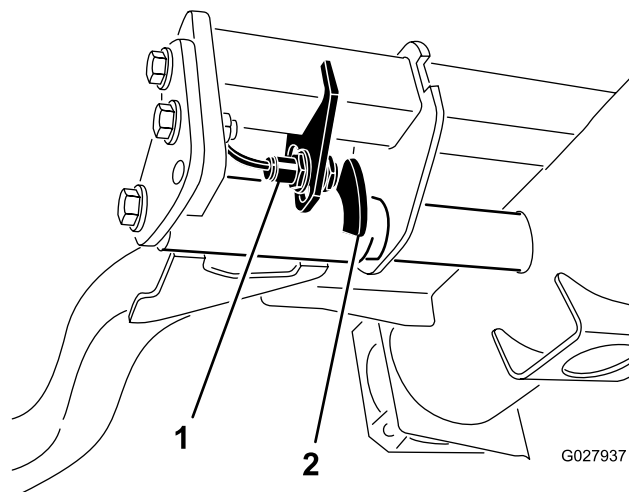

図 36
2. 昇降アームスイッチの取り付けねじ 図 36 をゆるめ、スイッチの位置を下げると、昇降アームの旋回高さが長くなり、上げると、昇降アームの旋回高さが短くなる取り付けボルトを締め付ける。
注 昇降アームのスイッチは、油圧のメインタンクの下にある右前昇降アームの後ろ側に装着されている 図 36。